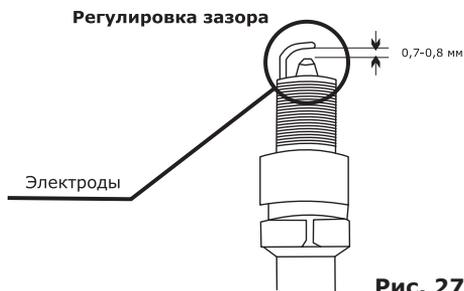
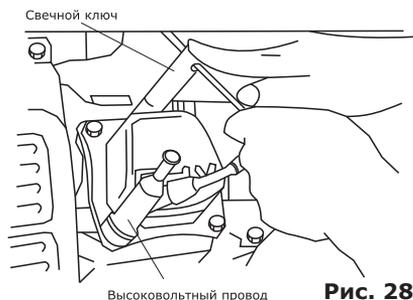

Рис. 27
Рис. 28
- Выверните свечным шестигранным ключом, входящим в комплект поставки, и осмотрите свечу (рис. 28). Электроды свечи должны иметь светло-коричневый цвет (рис. 27).
- Проверьте величину зазора между заземляющим и центральным электродами, используя специальный щуп. При необходимости установите зазор 0,76 мм (рис. 27).